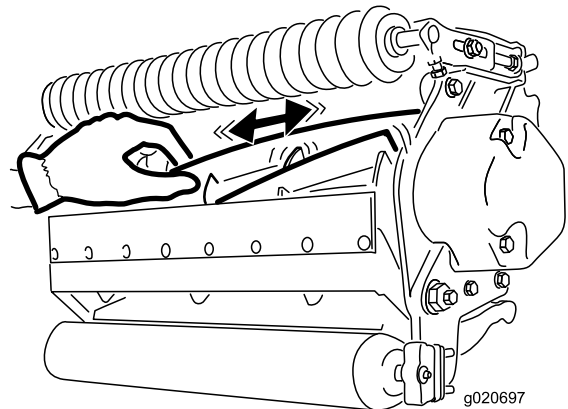

Bild 25
2. Halten Sie das Spindelmesser mit einem dicken Handrad oder einem Lappen fest und versuchen Sie, die Spindel von einer Seite zur anderen zu bewegen (Bild 25).